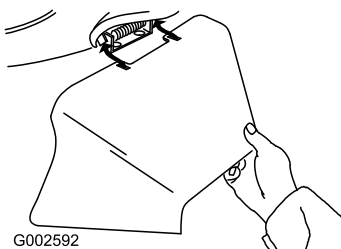

Figura 41
3. Montate il condotto di scarico laterale e chiudete lo sportello sul condotto (Figura 41).